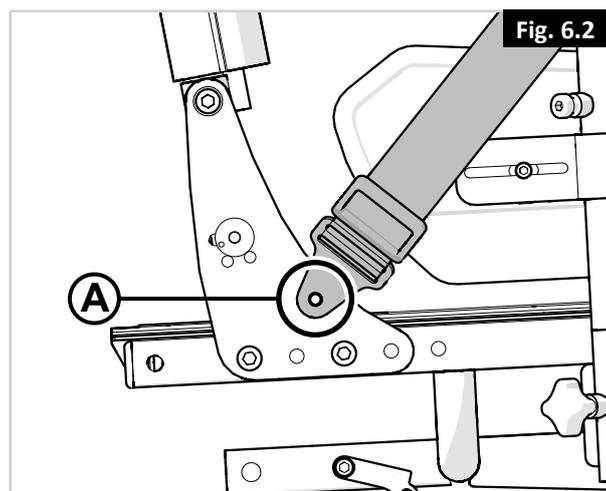

Fig. 6.2
1. Applicare la cintura (A) al telaio della seduta utilizzando una vite a sinistra e una a destra. (Fig. 6.2)